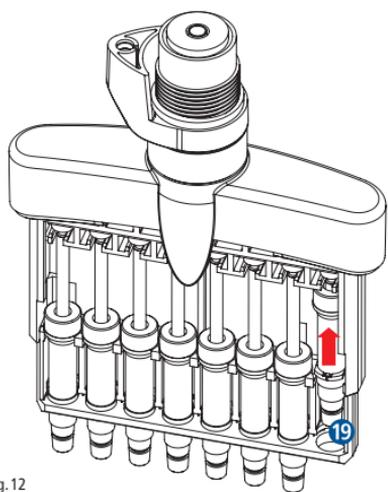
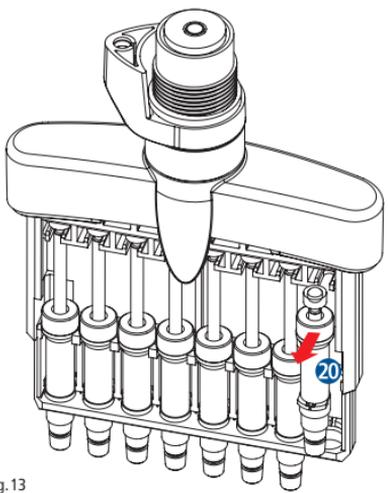

Fig. 12
Fig. 13
- Le cylindre du piston 19 est repoussé vers le haut (Fig. 12), vous pouvez alors facilement retirer l'ensemble de piston complet 20 (Fig. 13) par l'avant et nettoyer sa surface extérieure à l'aide d'une solution désinfectante à base d'alcool. Regraissez le piston avec la graisse pour pistons USA Scientific d'origine (voir section 8. Codes de commande).